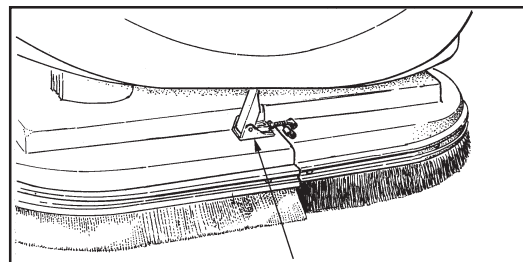

Figura 17A
- Afloje los alojamientos de los cepillos derecho e izquierdo y quítelos. Ver figura 17A.